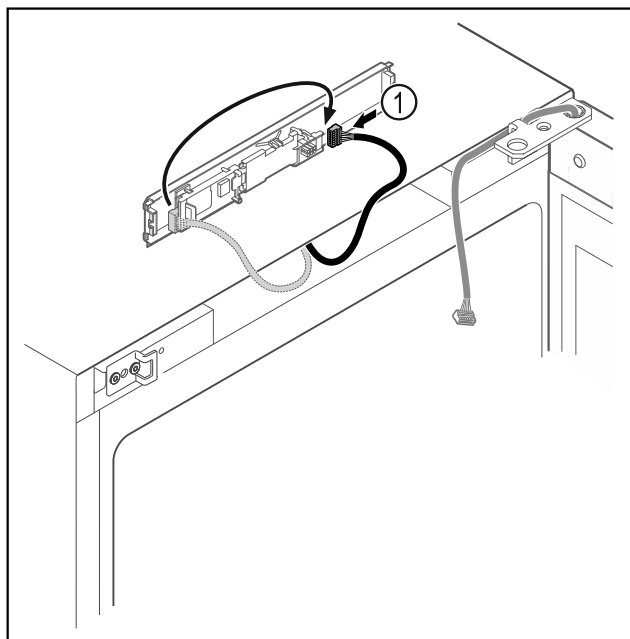

Fig. 17
- ▶ Sett pluggen Fig. 17 (1) om på kretskortet.